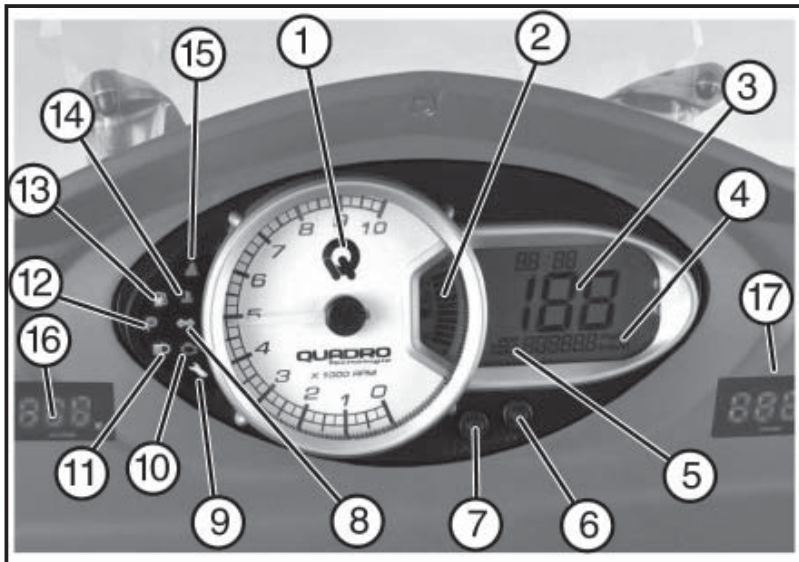

Abb. 02
4.7 LEGENDE COCKPITINSTRUMENTE (Abb. 02)